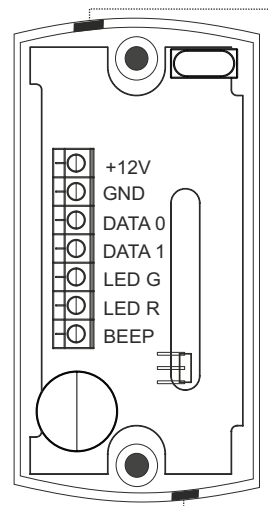

Fig. 3
3. Fjern den tynne fliken i leserdekselet på siden der kablet skal gå ut (Fig. 3), og trekk kablet gjennom. Når strømmen er koblet til leseren, vil den røde LED-lampen lyse.